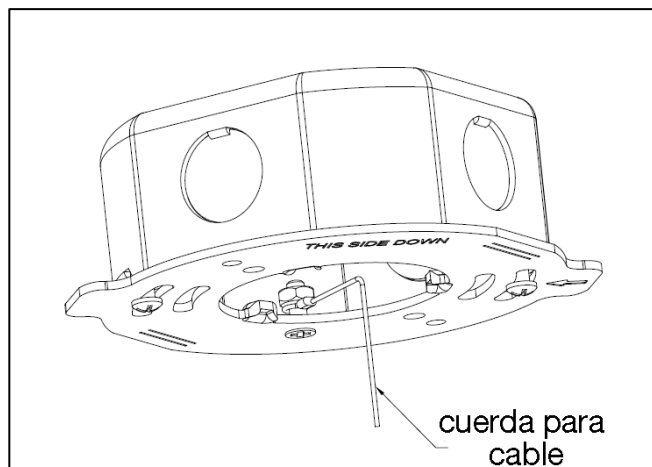

Figura 5
15. Después de fijar la placa de montaje a la caja de conexiones, fije el extremo del ojal del cable de sujeción de seguridad en la ubicación del tornillo de 12 mm suministrado, luego pase el ojal de la sujeción a través del extremo superior del tornillo de 12 mm y fije el ojal con la tuerca suministrada apretándola en la parte superior del ojal como se muestra en la *Figura 5*.